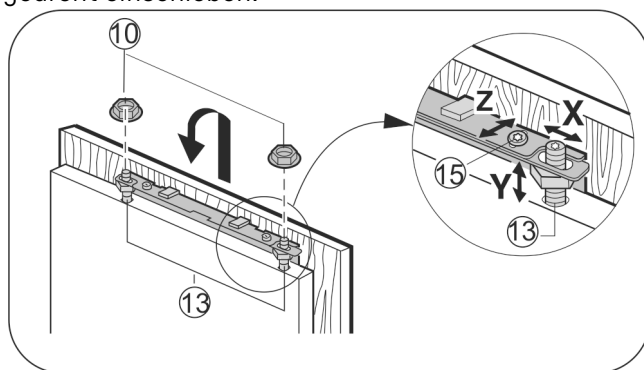

Fig. 23
- Möbeltür auf die Justagebolzen Fig. 23 (13) einhängen und Kontermuttern Fig. 23 (10) locker auf die Justagebolzen schrauben.
- Möbeltür in der Höhe Y und in der seitlichen Neigung ausrichten: Justagebolzen Fig. 23 (13) mit einem Schraubendreher einstellen.
- Kontermuttern Fig. 23 (10) anziehen.